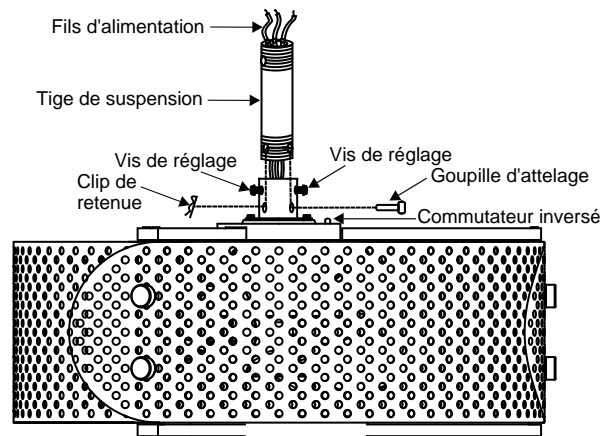

Fig. 8
Étape 6. Desserrez les deux vis de réglage et retirez la goupille d'attelage et le clip de fixation de l'accouplement situé au-dessus de l'ensemble du moteur. (Fig. 8)
Ensuite, remplacez la goupille d'attelage et le clip de retenue. Serrez les deux vis de pression. (Fig. 8)